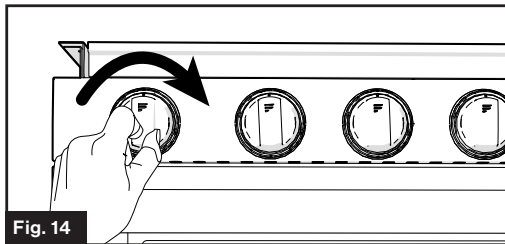

Fig. 14
3. Mantenga presionada la perilla de control del quemador y gire la perilla de encendido hacia la derecha repetidamente hasta que el quemador se encienda. (Fig. 14)